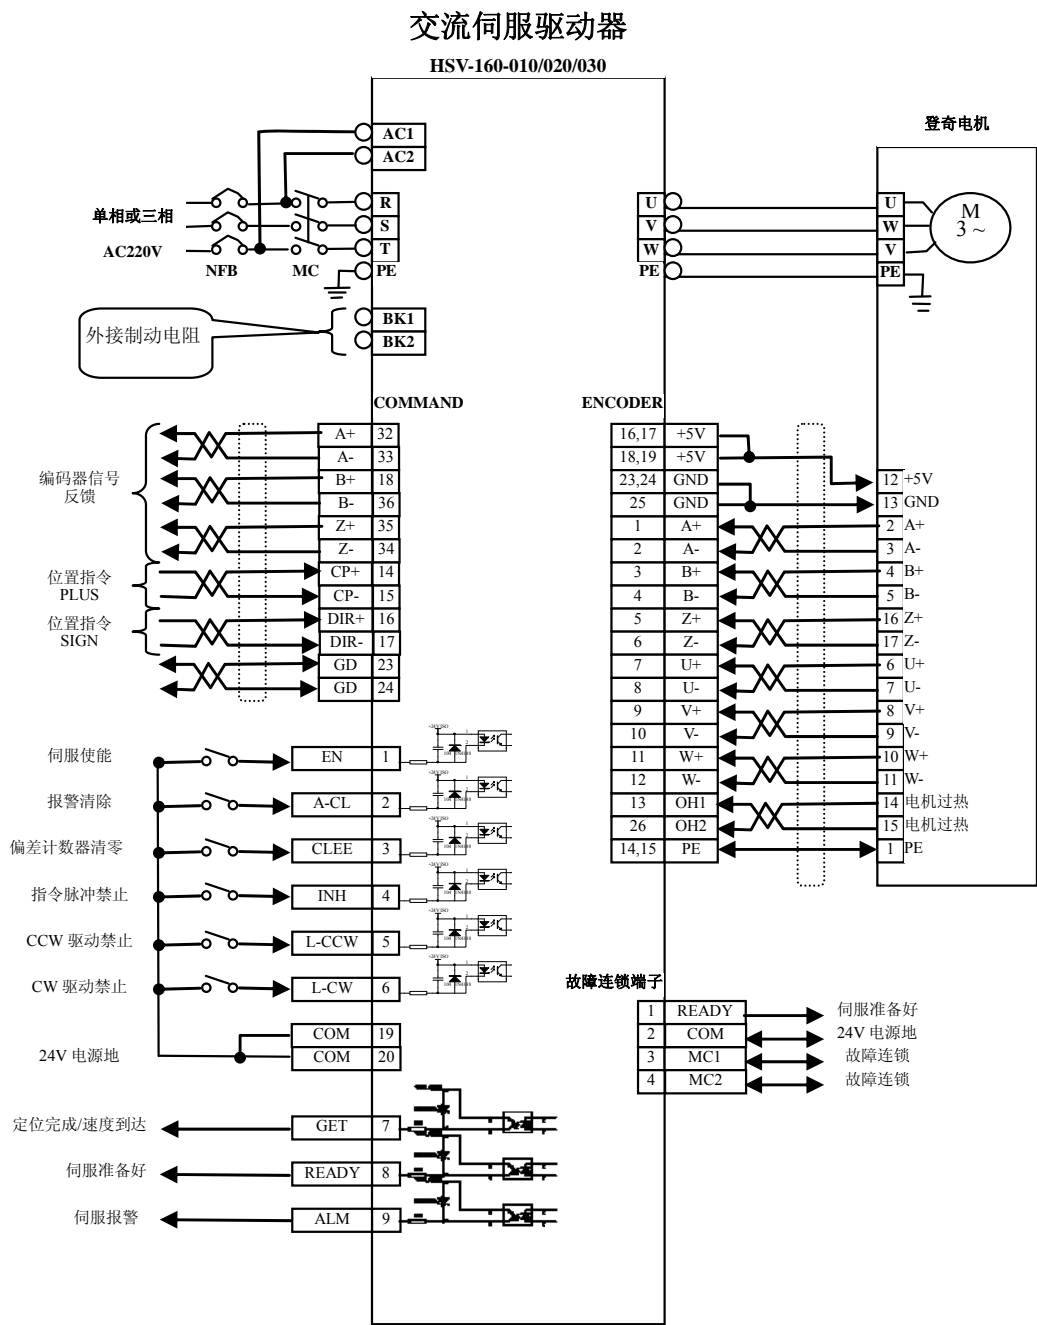
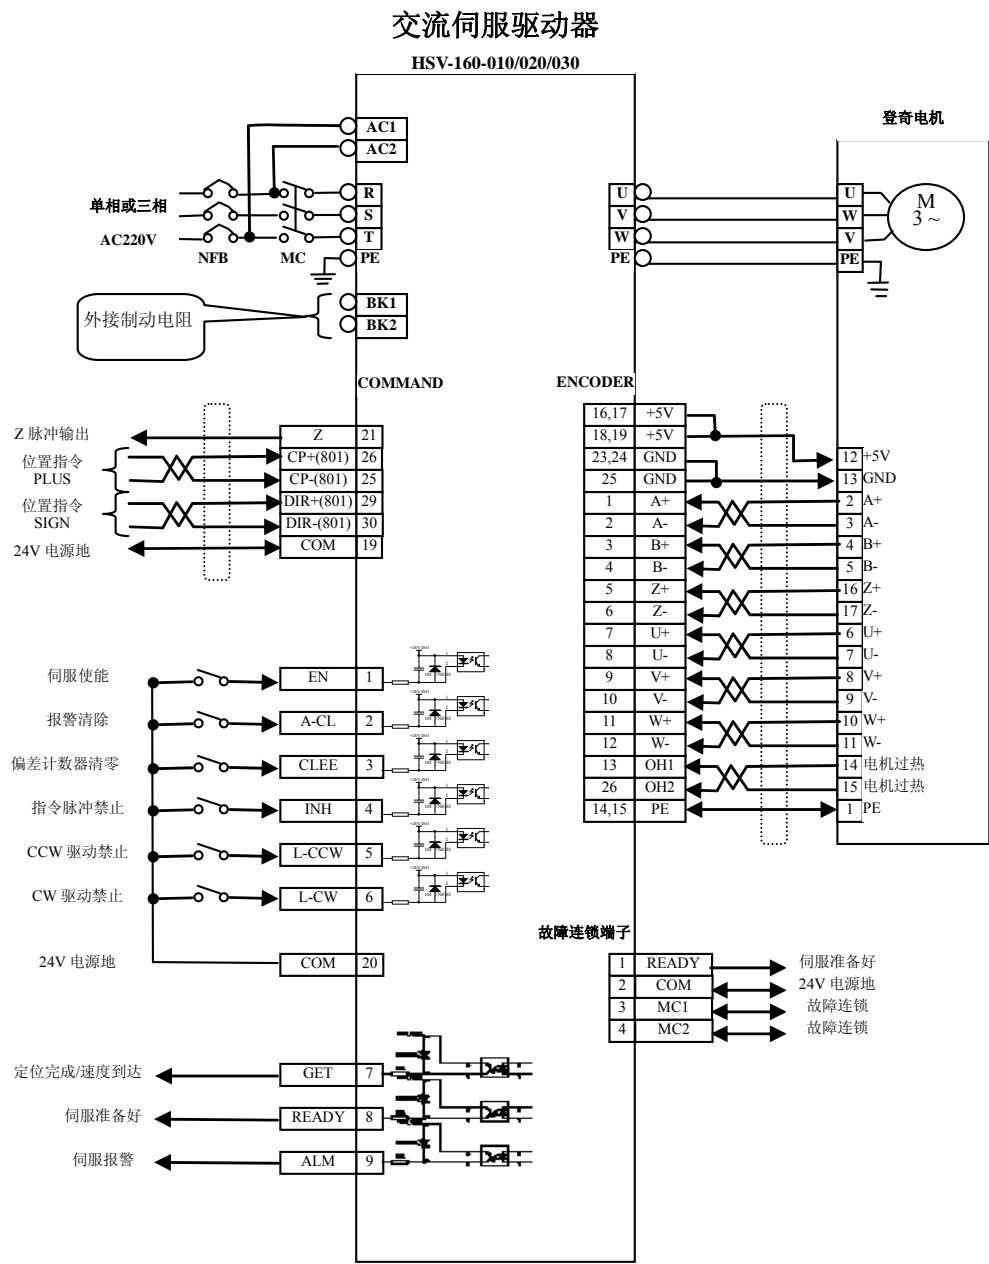

图 5.1 位置控制方式标准接线 a
图 5.2 位置控制方式标准接线 b
1. **位置控制方式：**图 5.1 示出位置控制方式标准接线；图 5.2 示出位置控制方式标准接线 b，此种接法适用于西门子 801 系统。